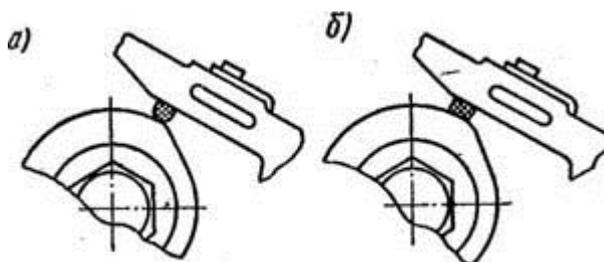

Рис. 28. Форма пятки нового молоточка прерывателя (а) и приработавшегося (б)
**Прерыватель.** В процессе эксплуатации пятка молоточка прерывателя изнашивается и происходит уменьшение ее высоты. Особенно интенсивно это происходит после установки нового молоточка (рис. 28). Изменение высоты пятки молоточка вызывает изменение величины опережения зажигания. Износ уменьшает первоначальную величину опережения, а установка нового неприработанного молоточка взамен вышедшего из строя обычно увеличивает опережение. Зачистка контактов прерывателя грубым напильником, образующим на контактах риски, способствует быстрому обгоранию контактов и нарушению работы прерывателя.